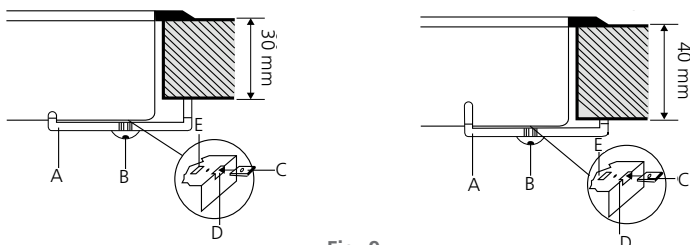

Fig. 9
- O kit de fixação que acompanha o produto é composto de suportes especiais, parafusos e presilhas de fixação (fig. 9, "A", "B" e "C") e material para evitar a infiltração de líquidos no tampo (borracha de vedação).
- Encaixar as 4 presilhas de fixação (fig. 9 "C") na fenda "D" (bandeja).
- Na parte inferior, deve ser encaixado os suportes "A" na fenda "E" (fig. 9) e observar que a posição de encaixe do suporte depende da espessura do tampo.